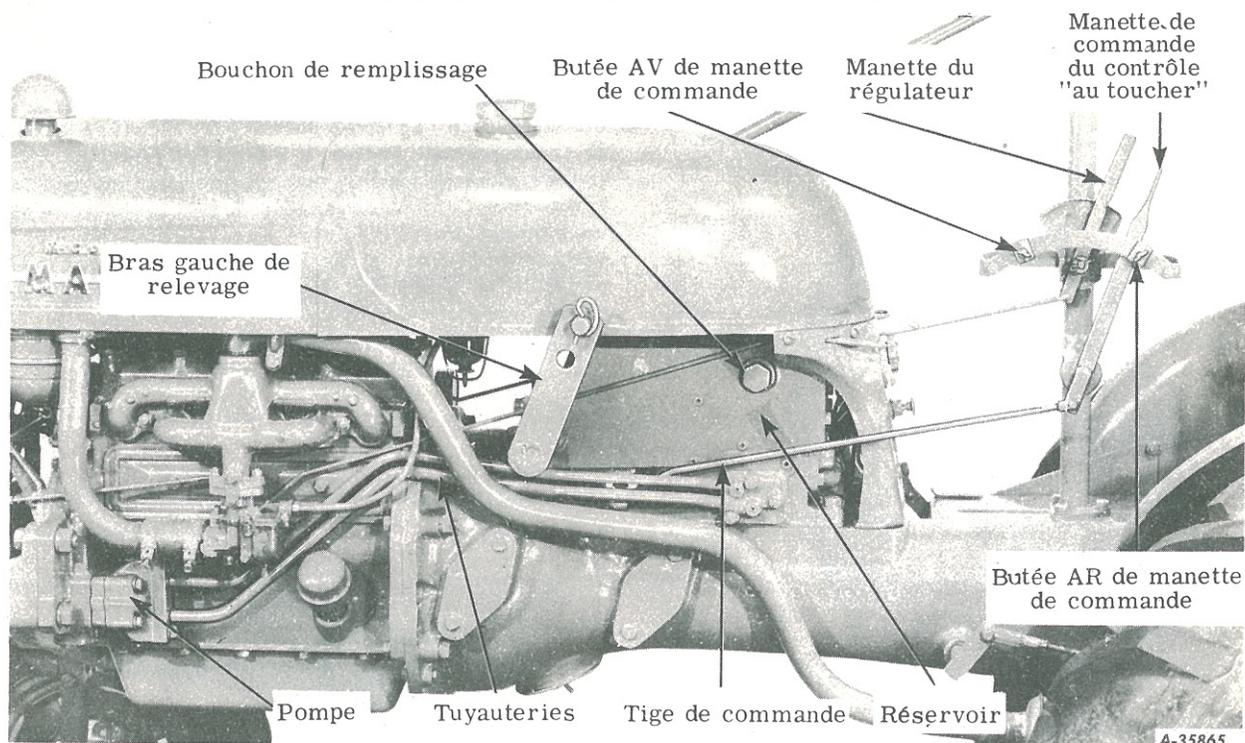
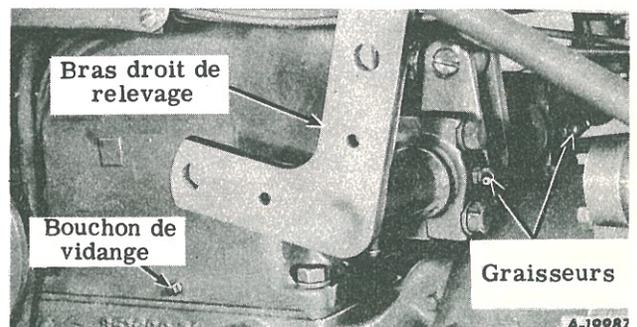

Figure 77
Figure 79
Avant d'enlever le bouchon de remplissage (fig. 77) pour vérification, nettoyez à fond le bouchon et ses abords de toutes impuretés.
2. Enlevez le bouchon de remplissage (fig. 77) et le bouchon de vidange (fig. 79) et mettez-les dans un récipient propre.
Chaque jour ou toutes les 10 heures de fonctionnement, lubrifiez les bras de relevage et les paliers à l'aide des graisseurs. Voyez fig. 79. Donnez 2 ou 3 coups de pistolet graisseur (graisse à châssis) ou suffisamment de graisse pour chasser la vieille graisse et les saletés vers l'extérieur.